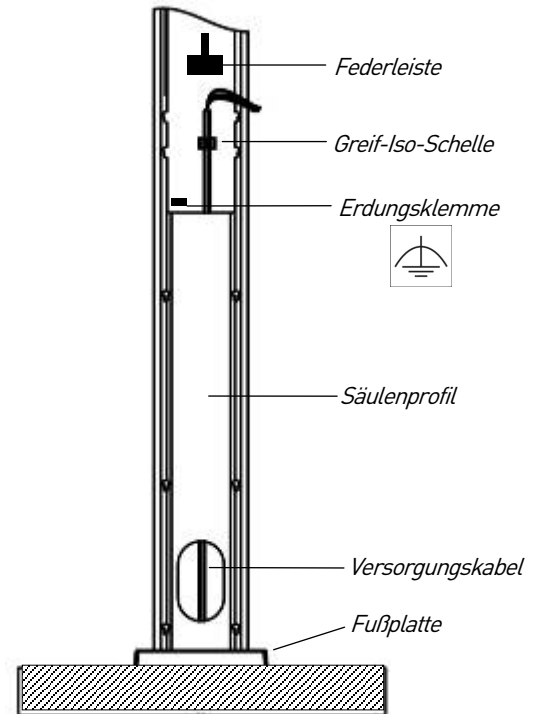

Abb. 18: Anschließen der Säule
- ▶ Führen Sie das Versorgungskabel nach oben bis zur Greif-Iso-Schelle (Abb. 18).